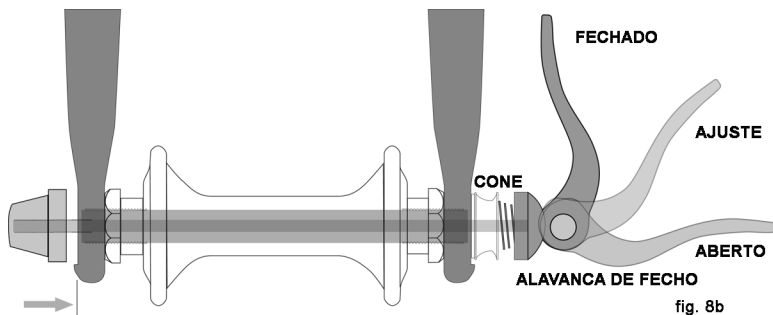
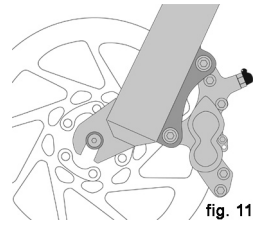
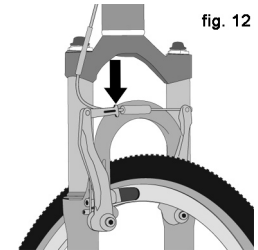

fig. 8b
fig. 11
fig. 12
Actualmente, existem dois tipos de mecanismo de aperto rápido da roda: o tradicional (fig. 8a) e o sistema com cone (fig. 8b). Ambos usam uma alavanca com eixo excêntrico que aperta o eixo da roda quando se fecha a alavanca. A sua bicicleta pode mesmo ter um sistema de fecho tradicional ou com cone na roda da frente, e um tradicional na roda traseira.
b. Ajuste do aperto rápido com cone (fig. 8b)
(1) Se a sua bicicleta possui travões de aro, desengate o mecanismo que une o cabo de travão aos dois calços, para ter espaço para o pneu passar entre estes (Consulte a Secção 4.C fig. 11 até 15).
(3) Se a sua forqueta tem um mecanismo de aperto de clip, desengate-o e siga para o passo (4). Se a sua forqueta possui um sistema de segurança secundário, é necessário desapertar o terminal de ajuste para que o aperto rápido se desengate dos apoios (dropouts) (fig. 8a). Se a sua roda dianteira possui um sistema aperto rápido com cone, (fig.8b) aperte o cone juntamente com a alavanca de aperto, enquanto remove a roda. Não é necessária a rotação de qualquer peça, com o sistema de cone.
(4) Poderá ser necessário dar uma pancada no topo do pneu para libertar a roda da forqueta.
(1) Se a sua bicicleta possuir aperto rápido na roda dianteira, mova a alavanca por forma a que ela se distancie da roda (fig. 8b). Esta é a posição ABERTA. Se a sua bicicleta possuir aperto por porca, avance até ao passo seguinte.
(2) Se a sua bicicleta possui travões de aro, desengate o mecanismo do cabo que une os dois calções de travão para aumentar a abertura entre a roda e os calços (consulte a secção 4.C, figs. 11 até 15).
(3) Se tem desviador traseiro, puxe o corpo do desviador para trás.
(4) Num sistema aperto rápido, mova a alavanca do aperto para a posição ABERTO (fig. 8b). Com um mecanismo de parafuso ou eixo passante, alivie os parafusos com uma chave apropriada; de seguida empurre a roda para a frente o suficiente para ser possível remover a corrente do carreto traseiro.
(5) Levante, a roda traseira, alguns centímetros do chão, e retire-a dos dropouts traseiros.
3. Alguns travões de bicicleta, tais como travões de disco (fig. 11) e travões V-brake lineares (fig. 12) são extremamente potentes. Tenha muito cuidado. Familiarize-se com as características e potência deste tipo de travões antes de pedalar.
A maior parte dos travões de aro possui um mecanismo de desengate rápido do cabo, permitindo aos calços de travão se afastem para dar espaço ao pneu sempre que é necessário trocar ou substituir uma roda. Quando o desengate rápido do cabo do travão está na posição de aberto, o travão está inoperativo. Solicite ajuda ao seu vendedor para se certificar de que entende como funciona o desengate rápido do cabo na sua bicicleta (veja as figs. 12, 13, 14 e 15) e verifique sempre, antes de a utilizar, que ambos os travões estão a funcionar correctamente.